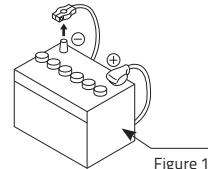

Figure 1
3. インストール作業中のショートを防止するため、作業を始める前に必ずバッテリのマイナス(-)端子を外しておいてください (Figure 1)